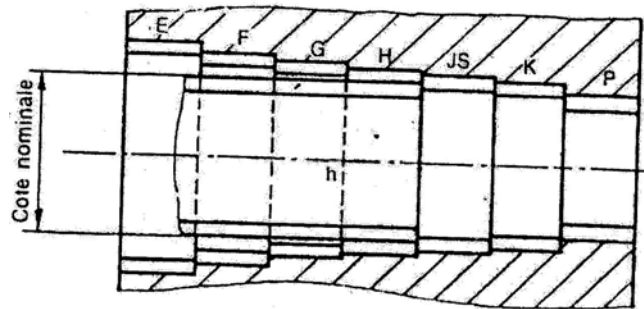

Figure 4
- Système à arbre normal (figure 4)